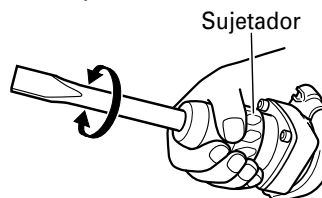

Fig. 9
- (c) Gire la palanca selectora como se muestra en la Fig. 9 y fije la herramienta en la dirección de trabajo deseada.